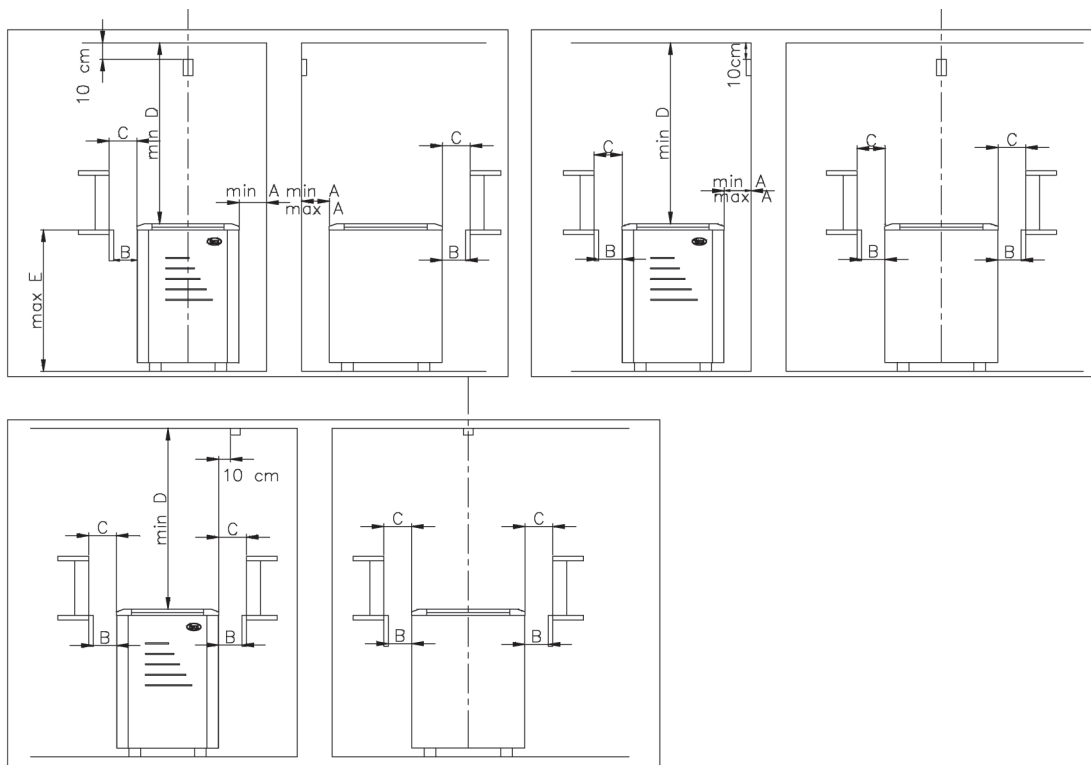

Рисунок 1: Безпечна відстань до кам'янки N
**) Див. рис. 1
- Монтуючи кам'янку, дотримуйтесь безпечних відстаней. (рис. 1)